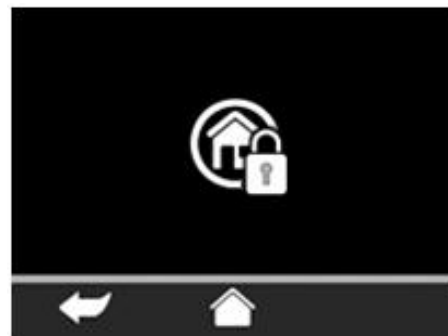

Abb. 40. Bedienseite Heizung bei Dauer-Schutzbetrieb
- Bei Aufruf der Bedienseite **Heizung** erscheint das Symbol für den Dauer-Schutzbetrieb. Eine Bedienung ist nicht möglich (Abb. 40).